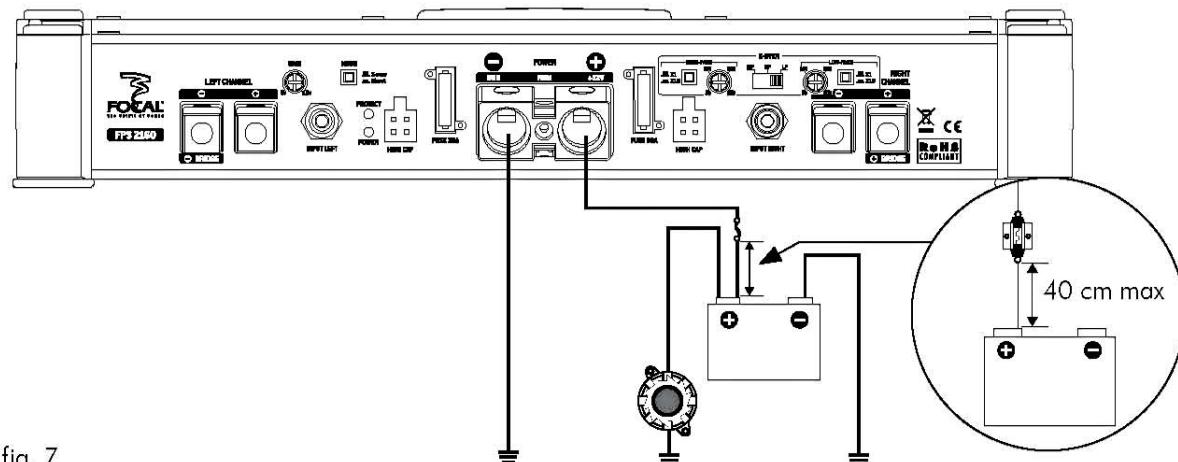

fig. 7
- 9 - Toujours protéger la batterie et le circuit électrique de dommages potentiels à l'aide de fusibles. Installer un porte-fusible et un fusible appropriés sur le câble d'alimentation 12 V positif (+) à moins de 40 cm de la borne de la batterie. Idéalement, cette distance doit être la plus courte possible (fig.7).
3.7 - La phase d'installation du porte-fusible dédié à sécuriser l'installation peut maintenant débuter. Le porte-fusible doit être relié de part et d'autre du câble d'alimentation positif (+). Il doit être situé proche de la batterie {10 à 40 cm (fig.7)}. Démonter le porte-fusible en prenant soin d'ôter le fusible. Fixer le socle du porte-fusible. Couper le câble d'alimentation rouge entre 10 et 40 cm (maximum) de la batterie (fig.7). Garder la chute de câble qui servira pour relier l'autre extrémité du porte-fusible à la borne positive (+) de la batterie du véhicule. Dénuder 1 cm (fig.3), puis étamer. Visser le câble dans le bornier du porte-fusible. Récupérer la chute de câble restante. Dénuder 1 cm (fig.3), puis étamer. Visser le câble dans l'autre bornier du porte-fusible.